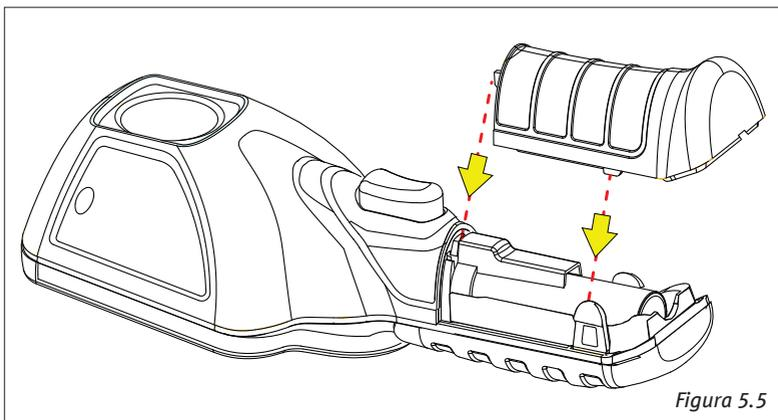

Figura 5.5
3. Instale a tampa da bateria. Pressione-a até que as abas de travamento fixem a tampa (Figura 5-5).